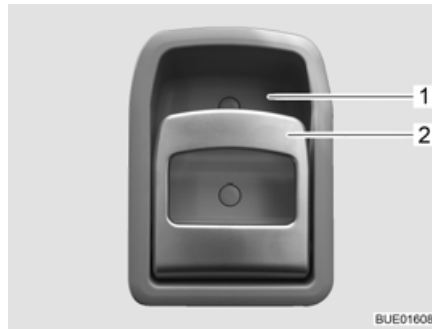

Fig. 63 Serrure de la porte cellule, à l'intérieur
- Tirer sur la poignée (Fig. 63,2). La serrure de la porte se déverrouille et s'ouvre.
- Appuyer sur la poignée (Fig. 63,2) en haut en direction de l'évidement (Fig. 63,1) dans lequel elle repose. La serrure de la porte se verrouille.